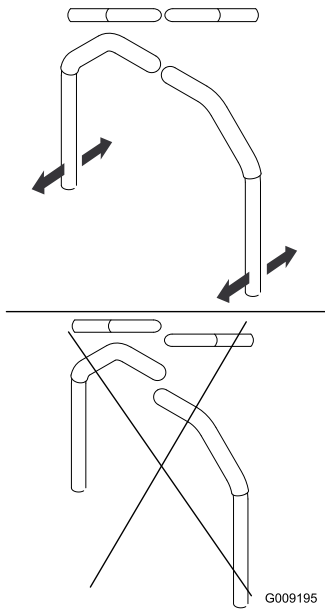

Figura 91
4. Alinee las palancas en el sentido adelante/atrás acercándolas a la posición de PUNTO MUERTO, y moviéndolas hasta que estén alineadas; luego apriete los pernos (Figura 91).